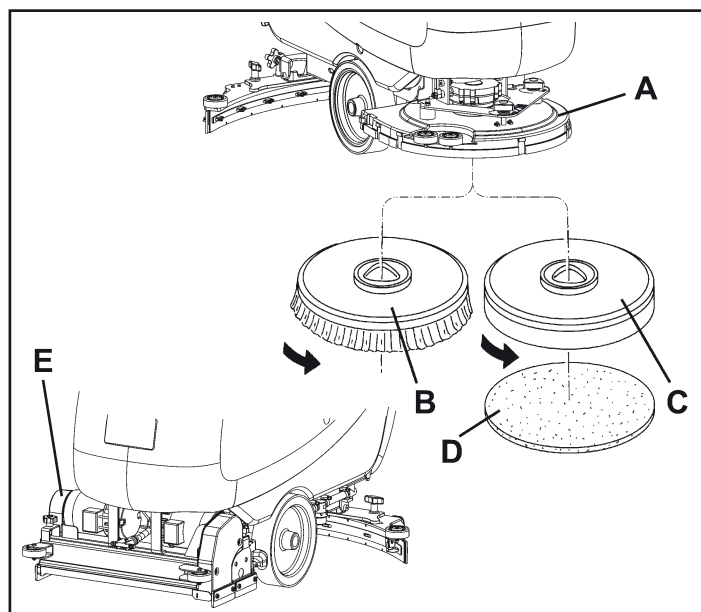
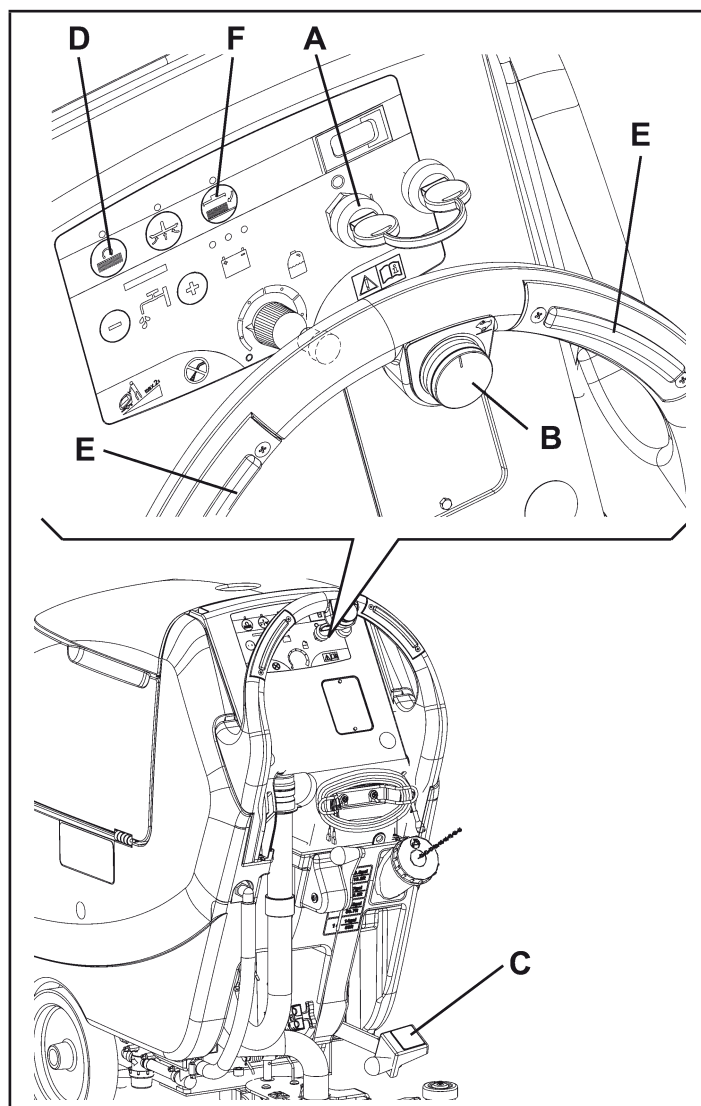

Figure 9
Figure 10
Et la tête porte-brosses / plateaux support disque (A, Fig. 9) et la tête porte-brosses cylindriques (E) peuvent être facilement installées et déposées de la machine.
1. Sur la machine équipée de la tête spéciale, et les brosses (B) et les plateaux support disque (C) avec disques (D) peuvent être installés, en fonction du traitement à effectuer sur le sol.
2. Introduire la clé de contact (A, Fig. 10) et la tourner sur "I".
3. Porter au minimum le régulateur de vitesse (B), si équipé, en le tournant dans le sens contraire aux aiguilles d'une montre.
4. Positionner les brosses (B, Fig. 9) ou les plateaux support disque (C) sous la tête (A) de 17 in (430 mm) ou de 20 in (530 mm).
5. Baisser la tête sur les brosses / plateaux support disque en appuyant sur la pédale (C, Fig. 10).
6. Tourner la clé de contact (A) sur "I".
7. Appuyer sur le bouton-poussoir de rotation brosses / disques (D).
8. Appuyer sur un des boutons-poussoirs (E) pour accrocher les brosses / plateaux support disque, puis le relâcher. Si besoin est, répéter la procédure jusqu'à l'accrochage des brosses / plateaux support disque.
*(Seulement pour FOCUS II L17, FOCUS II L20) : tourner le régulateur de vitesse (B, Fig. 10) dans le sens contraire aux aiguilles d'une montre pour réduire au minimum la vitesse de la machine.*
*Pour accrocher la brosse / plateau support disque, il suffit d'appuyer sur un des boutons-poussoirs (E) qui actionnent le moteur de la brosse / plateau support disque.*
9. Pour déposer les brosses / plateaux support disque, il est nécessaire de soulever la tête en appuyant sur la pédale (C), puis appuyer sur le bouton-poussoir (F) et attendre jusqu'à ce que la brosse / plateau support disque tombe au sol. Tourner la clé de contact (A) sur "0".